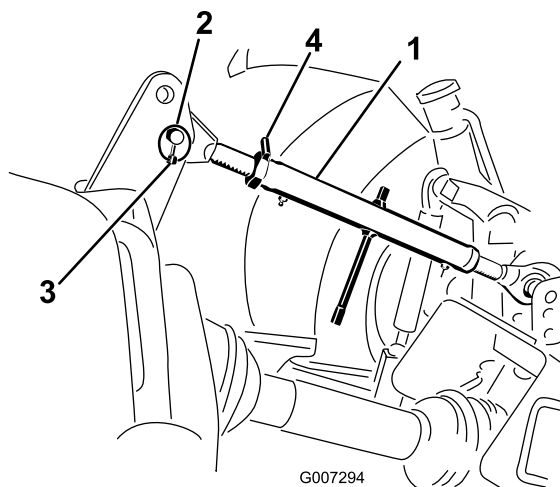

Figura 8
1. Collegate l'articolazione superiore al foro inferiore nella staffa e fissatelo con il perno d'attacco e la coppiglia ad anello (Figura 8).
3. Ruotate l'articolazione superiore per serrarla. Regolatela sinché il telaio sulla parte anteriore della macchina non è verticale (Figura 8).